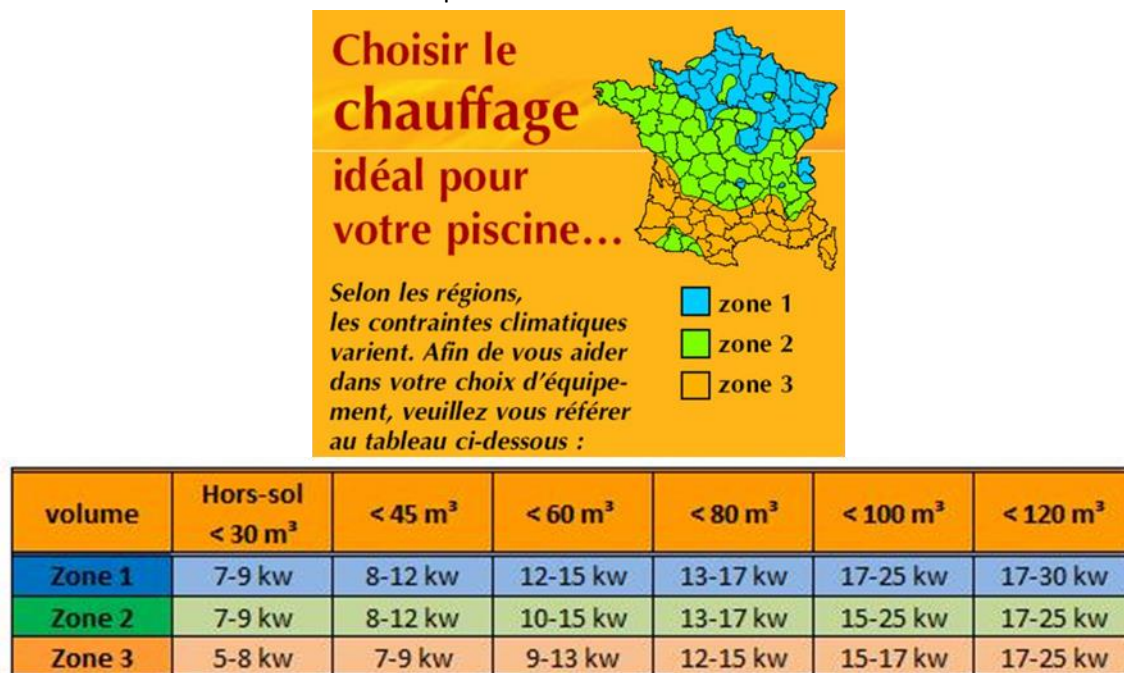

Figure 7. Puissance de la pompe à chaleur en fonction du volume de la piscine.
33) La figure 7 donne la puissance typique d'une installation de chauffage en fonction du volume de la piscine et de sa localisation. En précisant la puissance retenue pour une installation dans la région niçoise, déterminer le temps nécessaire au chauffage de la piscine. On suppose qu'il n'y a aucune perte de conversion au niveau du compresseur.